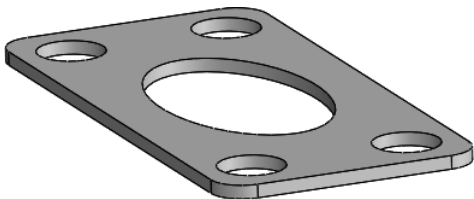

图 3-6 拉伸效果
STEP 4 单击“确定”按钮，即可完成拉伸实体操作，如图3-6所示。